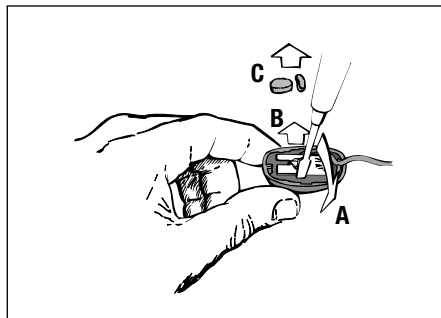

Abb. 9
2. Levare il circuito stampato con la capsula del trasduttore dalla sua sede, come indicato nella fig. 9, agendo prudentemente con un cacciavite. Sfilare il circuito.